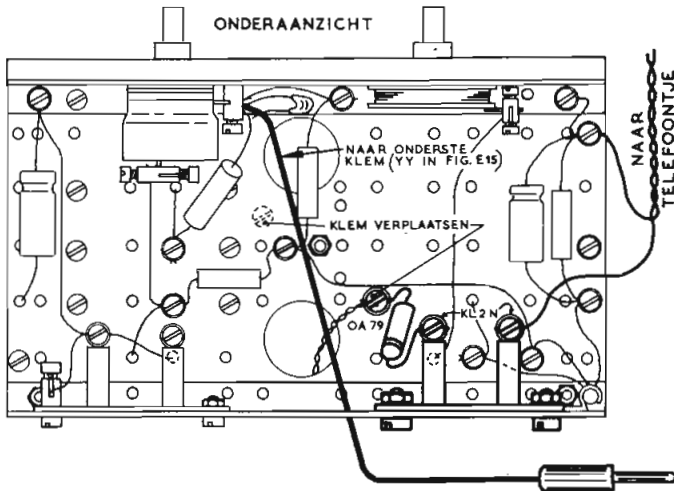

Fig. E17
2. Bevestig de stekerbuisplaat vervolgens naast de OC 14 tegen de metalen montageplaat (zie fig. E17).
6. Zet de aansluitsnoertjes van het kristaltelefoontje vast in de klemmen, die in figuur E17 zijn aangegeven.